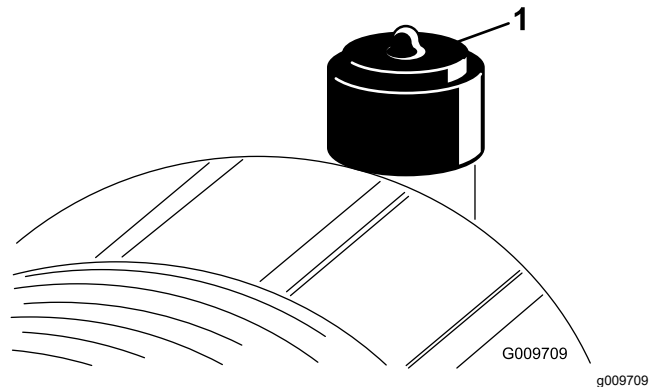

Bild 55
Warten Sie den Luftfiltereinsatz nur, wenn die Verstopfungsanzeige dies angibt (Bild 55). Das frühzeitige Auswechseln des Luftfilterelements erhöht die Gefahr, dass Schmutz in den Motor gelangt, wenn Sie das Filterelement entfernen.
- Stellen Sie die Verstopfungsanzeige (Bild 55) zurück, wenn sie auf Rot steht.